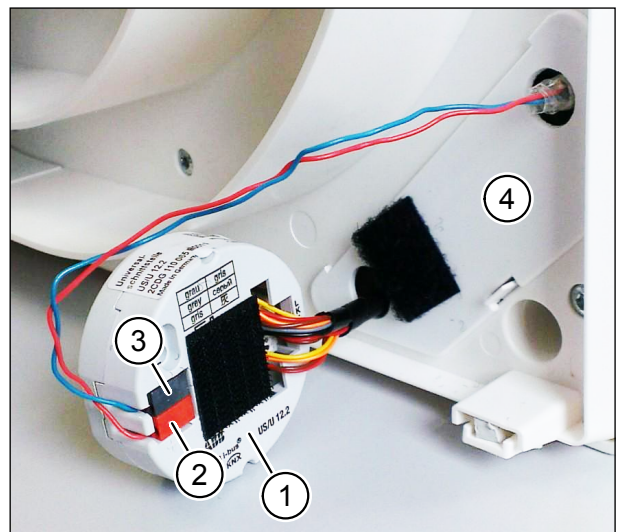

Abb. 18: KNX-Buskabel an KNX-Schnittstelle anschließen
- ▶ Ziehen Sie die KNX-Schnittstelle (Pos. 1 in Abb. 18) vom Netzwerkdeckel (Pos. 4 in Abb. 18) ab.
- ▶ Schließen Sie die Busader „+“ an die rote Klemme (Pos. 2 in Abb. 18) an.
- ▶ Schließen Sie die Busader „-“ an die graue Klemme (Pos. 3 in Abb. 18) an.
Die Platine mit den Klemmenblöcken befindet sich hinter dem Netzwerkdeckel (Pos. 4 in Abb. 18).
- Zum Programmieren der KNX-Schnittstelle muss die Programmier- (siehe Pos. 4 in Abb. 14 auf Seite 21) gedrückt werden. Ziehen Sie dazu die KNX-Schnittstelle vom Netzwerkdeckel ab (siehe Pos. 4 in Abb. 18 auf Seite 25).
Die Vergabe der physikalischen Adresse der ABB i-bus®-IP-Schnittstelle erfolgt über die ETS und die Programmier- (siehe Pos. 4 in Abb. 14 auf Seite 21) gedrückt wurde, leuchtet die rote Programmier-LED auf. Sie erlischt, sobald die ETS die physikalische Adresse vergeben hat oder die Programmier- (siehe Pos. 4 in Abb. 18 auf Seite 25) gedrückt wurde.
- ▶ Befestigen Sie die KNX-Schnittstelle wieder am Klettverschluss auf dem Netzwerkdeckel (siehe Abb. 18 auf Seite 25).